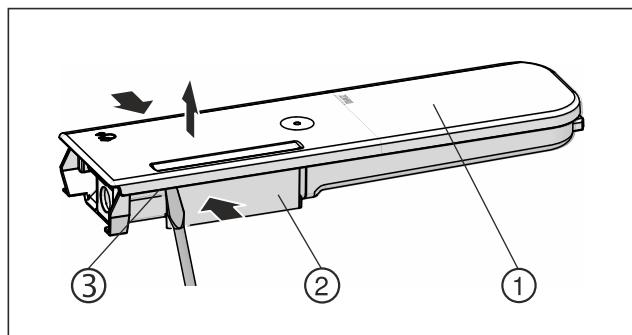

Fig. 128
- Presați rezervorul de apă Fig. 128 (2) împreună și trageți cu grijă capacul Fig. 128 (1) peste ciocurile opri-toare Fig. 128 (3) și trageți-l în sus.
- Mișcați ușor capacul Fig. 128 (1) înainte și înapoi și scoați-l în sus.